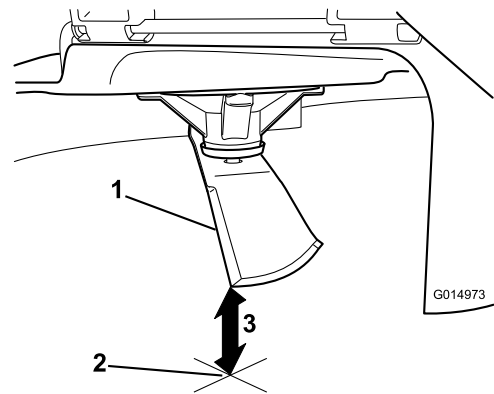

Figura 75
5. Măsurai de la vârful lamei până la suprafața plană (Figura 75).